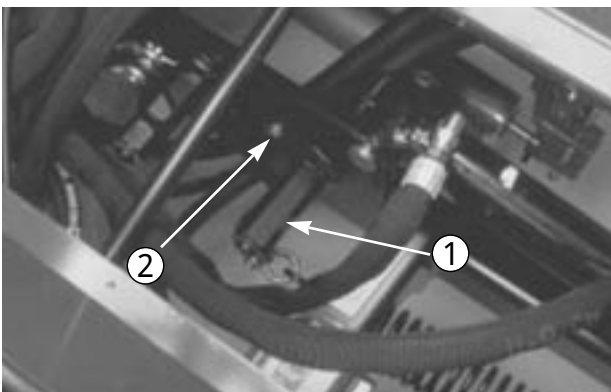

図 32
3. スプリング・ブラケット（図32）の6角シャフトにスパナを当てる。